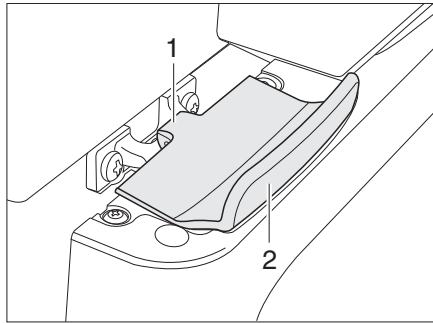

Bild 133 Lås till kylskåpsdörr, låst (Thetford)
- Öppna kylskåpsdörren med handtaget (Bild 133,2). Spärren (Bild 133,1) lossas automatiskt.